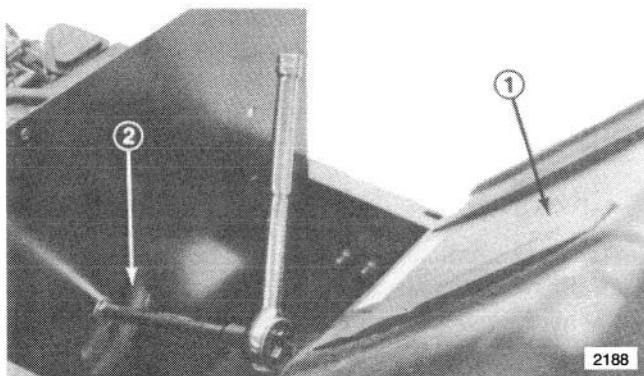

Figure 16
2. Pour accéder à la bougie arrière, il faut déposer le réservoir d’essence (Fig. 16).
3. Reconnecter les fils des bougies (Fig. 16).